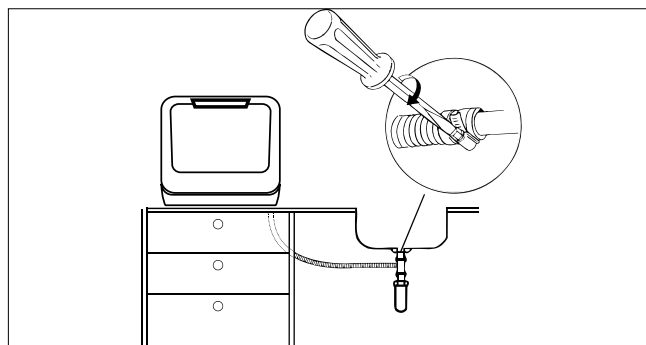

Abb. 9 – Schlauchverbindung sichern
- ▶ Fixieren Sie das Schlauchende, so dass der Schlauch nicht abrutschen kann (siehe Abb. 9).